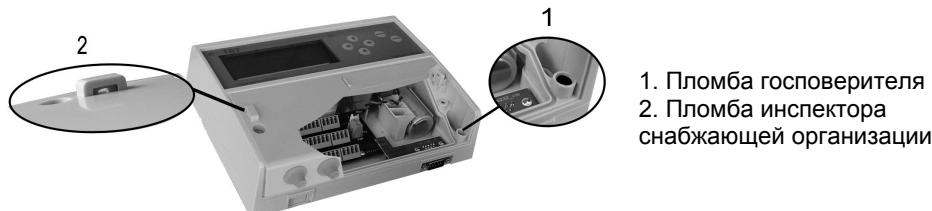

Рис. 1.2 – Места пломбирования вычислителя
**Защита от изменения калибровочных коэффициентов и от внесения изменений в электронный модуль** выполняется нанесением оттиска клейма поверителя (рис. 1.2).
**Защита настроек параметров** обеспечивается пломбой инспектора теплоснабжающей организации (рис. 1.2).
После поверки ТВ7 приборный отсек пломбируется поверителем. Места пломбирования показаны на рис. 1.2.